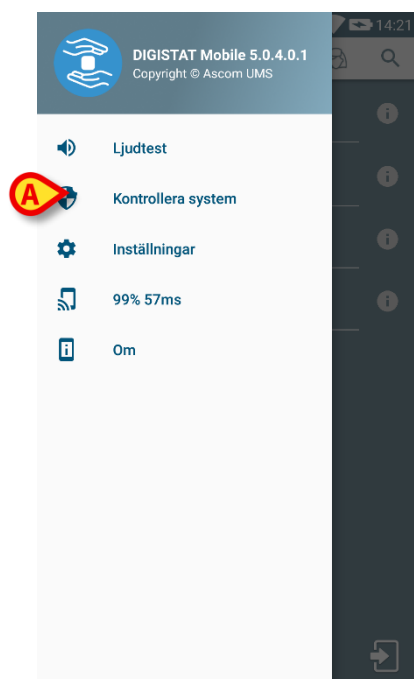

Fig 29
Följande meny kommer att visas (Fig 29).
- Tryck på alternativet **Kontrollera system** (Fig 29 A).